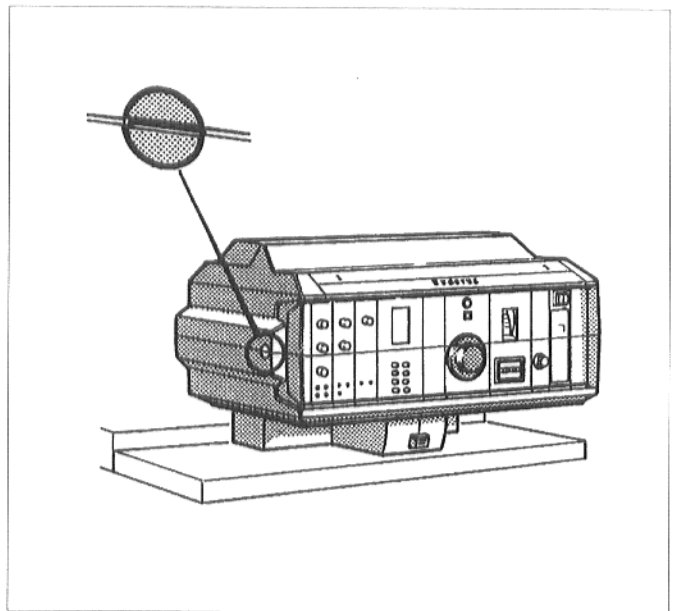

Рис. 1. Регулятор; демонтаж прозрачного покрытия
- Установить шлиц винтов прозрачного покрытия обоих регуляторов, в горизонтальное положение, например, при помощи монеты (рис. 1). Снять прозрачное покрытие в направлении вперед.
- Установить шлиц винтов прозрачного покрытия регулятора (рис. 1), в горизонтальное положение, например, при помощи монеты. Снять прозрачное покрытие в направлении вперед.